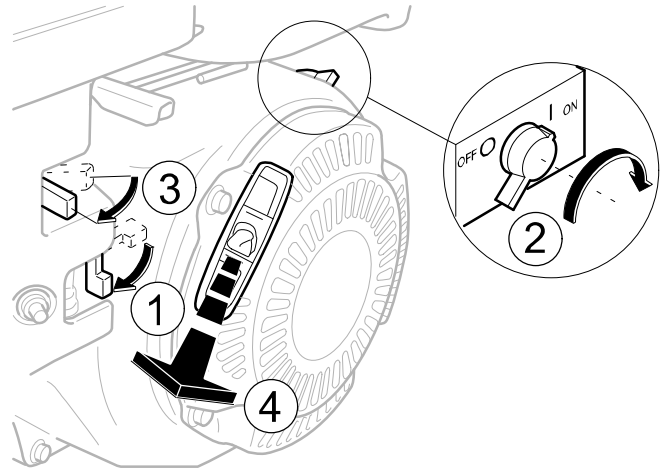

Fig. 11 Avviamento degli impianti a benzina
- Spegnere il motore premendo il tasto di arresto (2, Fig. 11), chiudere il rubinetto del carburante (1).